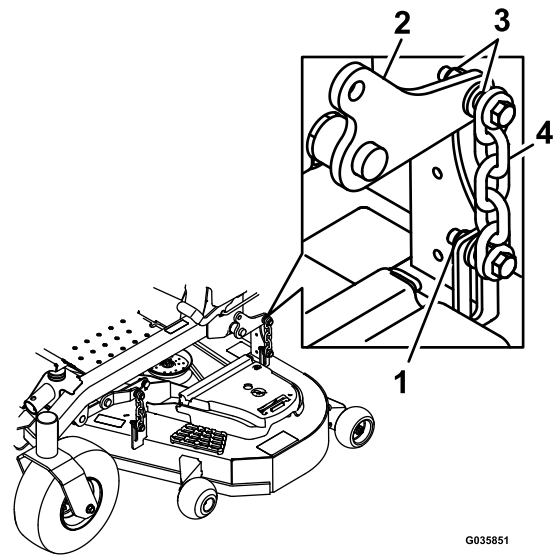

Figura 100
16. Afloje las contratuercas (Figura 100) en las cuatro esquinas y asegúrese de que la carcasa de corte quede bien asentada sobre los cuatro bloques.